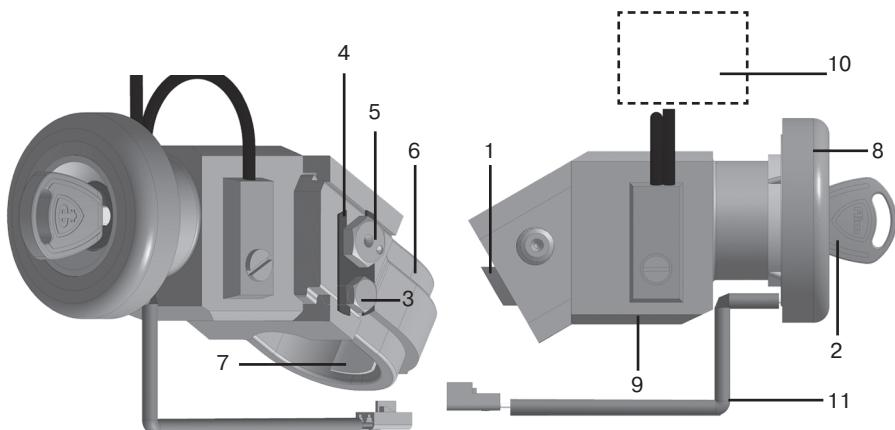

рис. 5 Схема механической части замка
5.3. Отведите ригель механического замка (рис. 5, поз. 1) в крайнее положение. Для этого поверните ключ в положение «**SET**» (ключ остается в замке), как указано в пункте 4.4. Положение ключа в режиме «**SET**» используется как при монтаже, так и при демонтаже механического замка.
5.4. Отверните болт M5 (рис. 5, поз. 3) и снимите планку оси эксцентриковой (рис. 5, поз. 4). Выньте ось эксцентриковую (рис. 5, поз. 5) и разъедините хомут (рис. 5, поз. 6) от корпуса механического замка (рис. 5 поз 9).
5.6. В совмещенные отверстия, вставьте свободно усилием руки ось эксцентриковую, затем с помощью ключа «S14» поверните по часовой стрелке шестигранную головку на оси эксцентриковой кривошипной головкой не более 4 кгс·м, обеспечив плотное прилегание корпуса механического замка к кожуху вала рулевого управления. При наличии зазоров, невыбираемых осью эксцентриковой, используйте прокладки-компенсаторы со скотчем (рис. 5, поз. 7), прикрепив их (одну или две) на предварительно снятый хомут. При достижении жесткой фиксации механического замка на кожухе вала рулевого управления, установите планку оси эксцентриковой (рис. 5, поз. 4), закрепив болтом M5 (рис. 5, поз. 3), и отогнув лепестки на планке, зафиксируйте ось эксцентриковую и болт M5 от поворота (фото 2).
6.4. После проведения проверки работоспособности электромеханического замка зажигания на автомобиле, установите пластмассовый кожух рулевой колонки, оденьте декоративную насадку с катушкой связи на замок (рис.5 поз.11) и окончательно отрегулируйте пластмассовый кожух рулевой колонки относительно декоративной насадки.